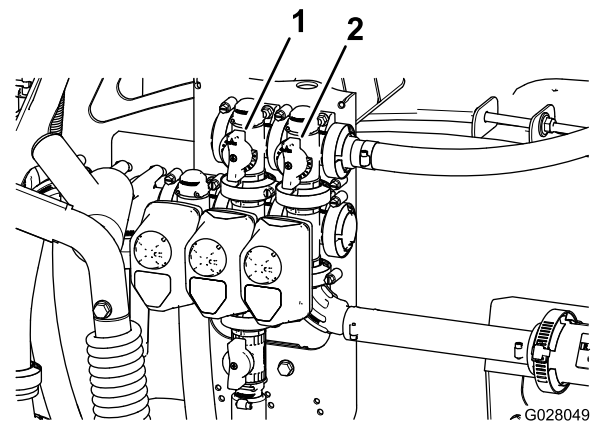

Bild 24
11. Stellen Sie das Rührwerksicherheitsventil (Bild 24) hinten am Rührwerkventil so lange ein, bis das Druckmanometer 6,9 bar anzeigt.
9. Stellen Sie den Griff am Sicherheitsventil des Hauptabschnitts ein, um die Rührwerkstärke im Behälter zu steuern (Bild 24).